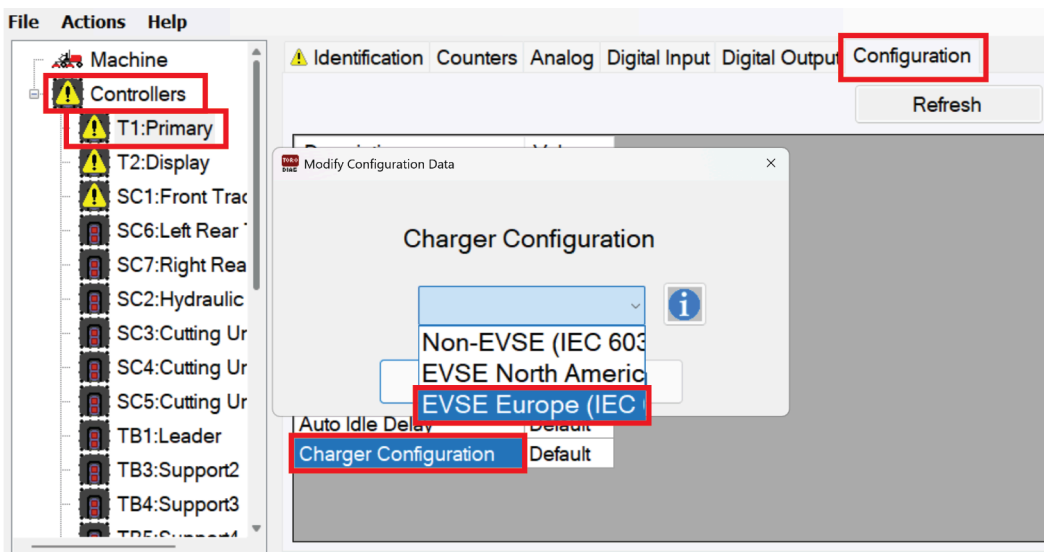

Figura 5
5. Se muestra la ventana **Charger Configuration** (Configuración del cargador). Seleccione la opción **EVSE Europe (IEC 61851)** [EVSE Europa (IEC 61851)] (Figura 5).